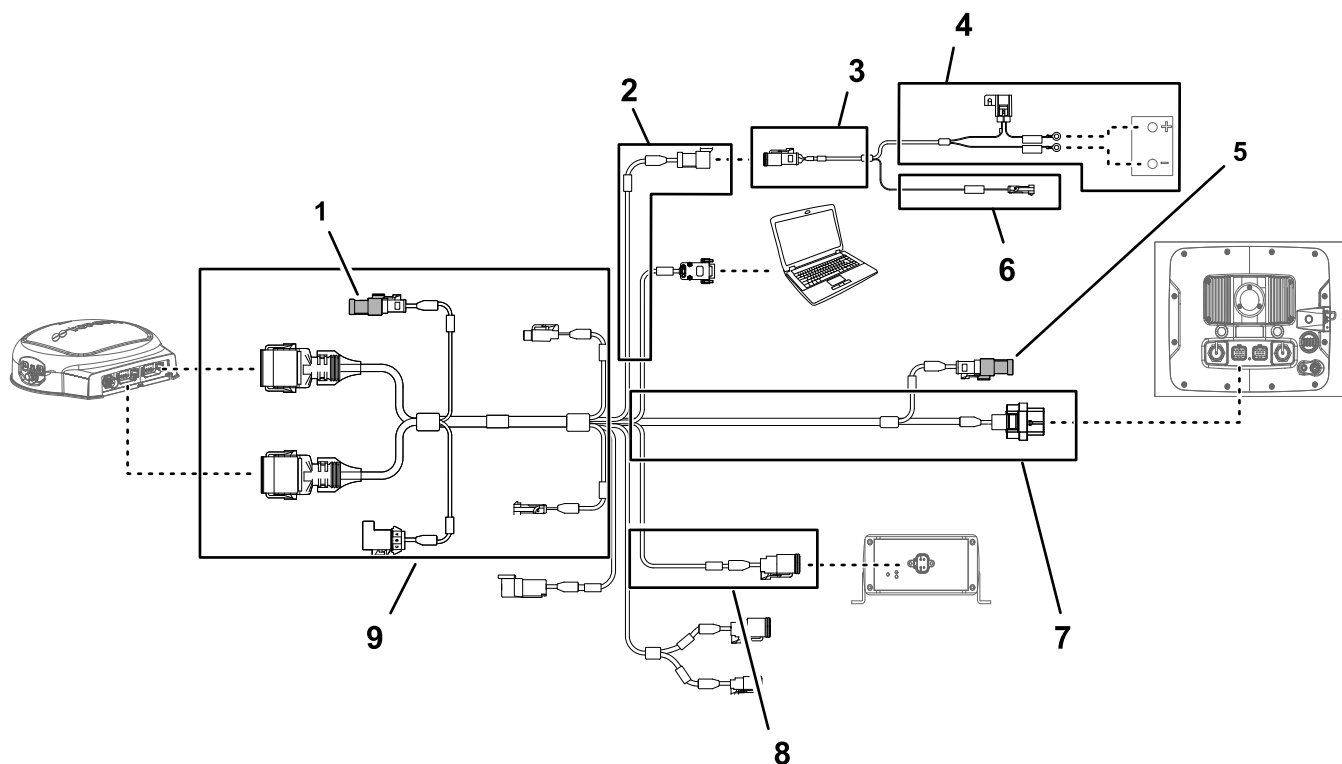
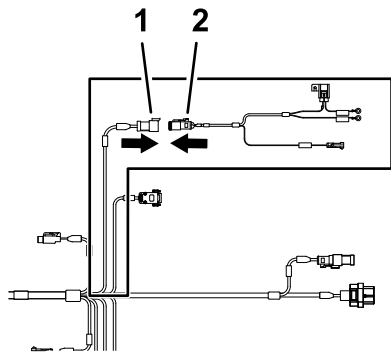

图 162
图 163
- 如果没有安装将端接电阻插入导航接收器 390cm 数据线束支管的电气接头 图 162。
- 如果没有安装将端接电阻插入打药车监控器 220cm 数据线束支管的电气接头 图 162。
- 将导航电气线束的 3 插槽接头电力接口连接至数据线束的 3 针接头电力接口 图 162 和 图 163。